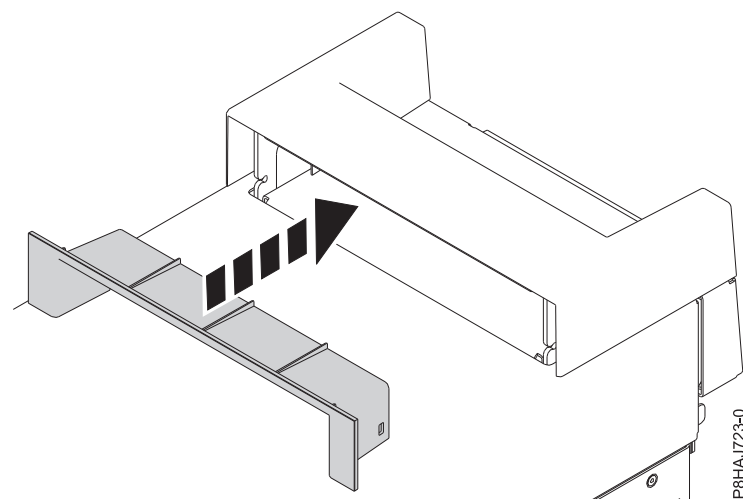

Figure 35. Insertion de la pièce plastique dans la poignée sur un système autonome 8286-41A
2. Insérez la pièce plastique (garniture intérieure) dans la poignée en la poussant fermement comme illustré figure 35.